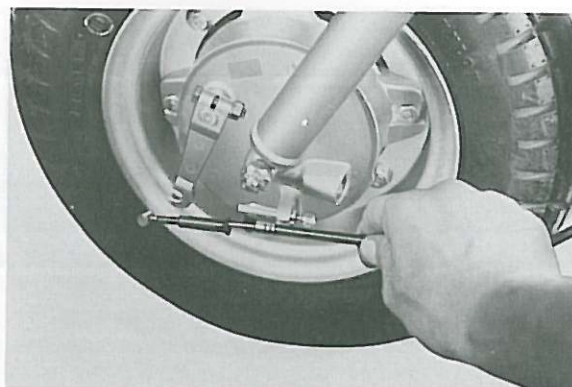

Fig. 5-1-2
2. Disconnect the brake cable at the front wheel backing plate. (Fig. 5-1-2)
2. Déconnecter le câble de frein avant au plateau porte-segments. (Fig. 5-1-2)
2. Bremsseil an der vorderen Nabenscheibe lösen. (Fig. 5-1-2)